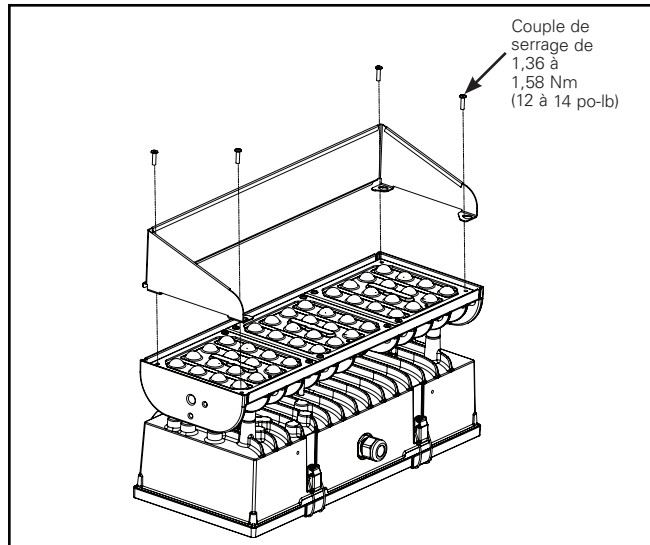

Figure 15.
Visière (figure 15)
1. Desserrez et retirez les quatre (4) vis n° 8-32 de coin sur la face du luminaire (fig. 15) et conservez-les.
2. Alignez la visière sur le dessus des pinces de lentille avec les quatre (4) trous existants.
3. Utilisez les quatre (4) vis n° 8-32 existantes pour fixer la visière.